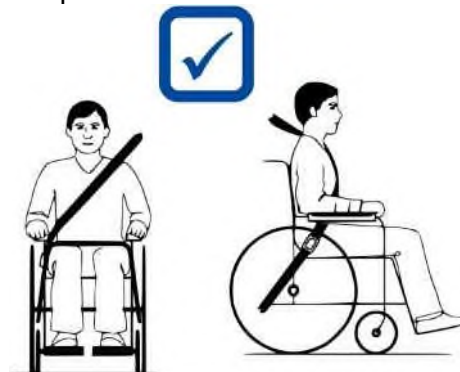

Figura 4
7. Asigurați-vă că centurile de umăr se poziționează peste umeri, vezi figura 4.